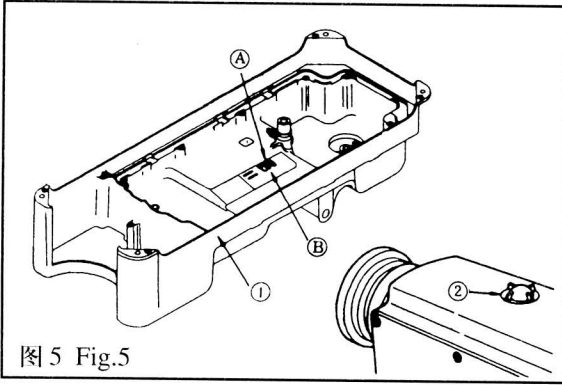
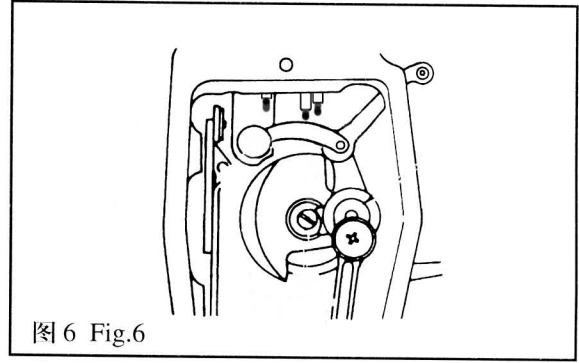

图5 Fig.5
图6 Fig.6
## 2. 机器的润滑(图 5、图 6)
### 2. LUBRICATION (Fig.5, Fig.6)
#### 1. 润滑须知:(图 5)
- 1) 向油盘①内加缝纫机油(10号白油)至 HIGH 记号部位 A。(图 5)
- 3) 加油后, 开动机器, 应看到油液飞溅到油窗②上, 说明润滑正常。
#### 2. 面部油量采用油线渗油的方法:(图 6)
##### 1. Information on lubrication (Fig.5)
2. The amount of oil which supplied to the face plate parts can use oil wick to seep oil (Fig.6)